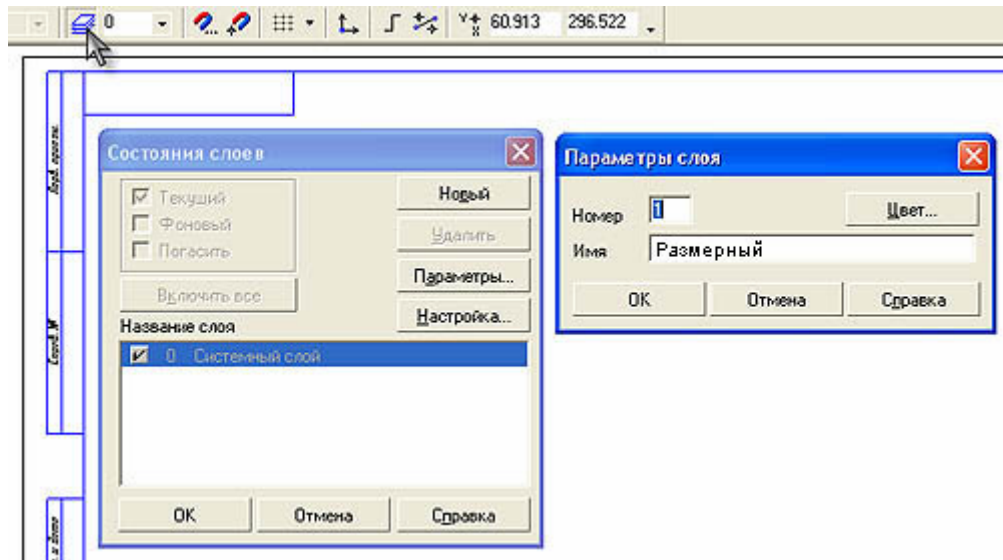

Рисунок 1
4. Добавить новый слой и настроить его можно, нажав кнопку **Состояния слоев**  (рис. 1). При использовании разбиения на слои резко упрощается решение компоновочных задач, редактирование отдельных элементов изображения, уменьшается вероятность ошибок. Слой может находиться в одном из следующих состояний: